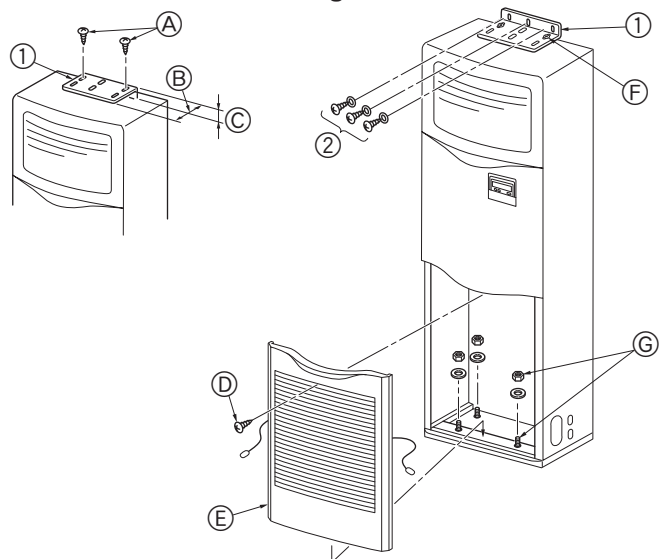

Fig. 3-2
①	Крепежный кронштейн для предотвращения опрокидывания прибора	1	Верхняя панель прибора
②	Самонарезающие винты (с шайбой)	3	Внутри воздухозаборной решетки
③	Теплоизоляция труб для газа (большая)	1
④	Теплоизоляция труб для жидкости (малая)	1
⑤	Лента	5
⑥	Соединительная муфта для дренажа	1
⑦	Втулка (вставляется в отверстие для электропровода)	2
3.2. Крепежный кронштейн для предотвращения опрокидывания прибора (Fig. 3-2)